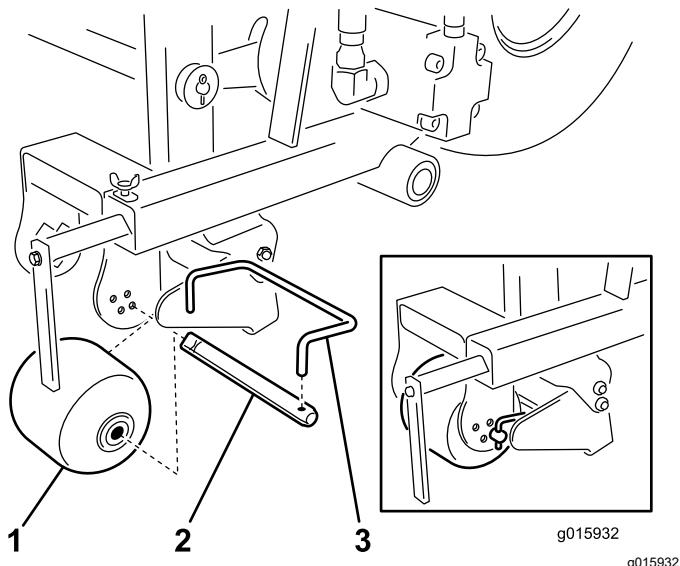

図 13
3. ローラのシャフトからスクレーパのロッドを外す図 13。
- 4. ローラからシャフトを外す図 13。